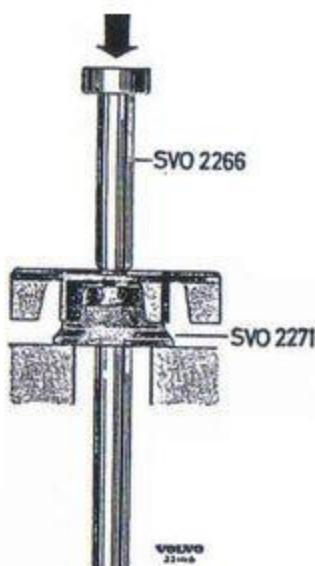

Bild 25. Demontering av axel ur skovelhjul.
3. Pressa axeln ur skovelhjulets skovlar vid urpressningen, placera fixturen SVO 2271 enl bild 25.